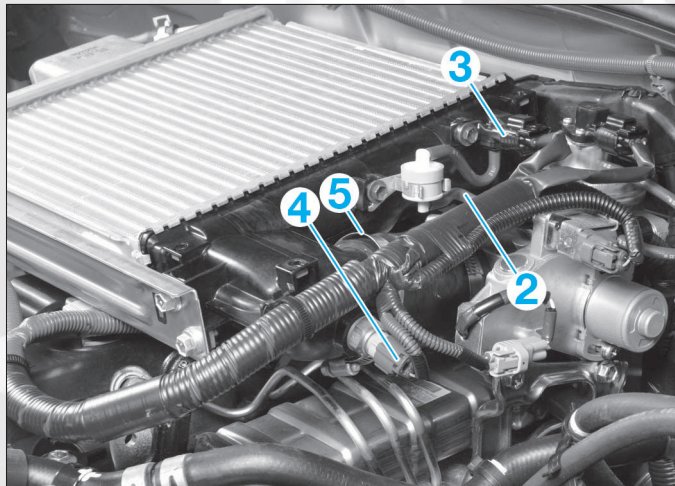
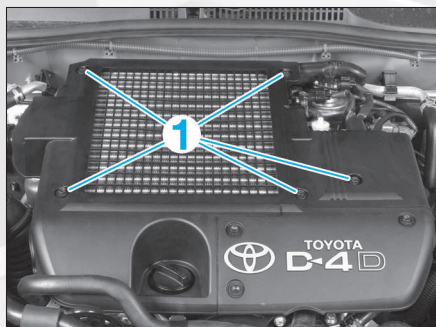

FIG. 69
FIG. 68
- la protection de l'échangeur air-air (1) (5 vis) (fig. 68).
- la durit à dépression (2).
- Débrancher le connecteur (fig. 69) :
- de la sonde de pression de suralimentation (3).
- du capteur de pression de température d'air admission (4).
- Desserrer le collier (5).